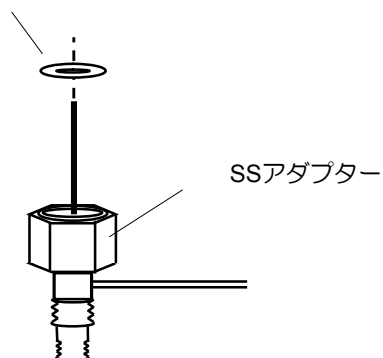

Fig. 3.12 SS アダプターへのパッキンの装着
- ② SS アダプターの先端に指定されているパッキンを装着し (Fig. 3.12 参照)、注入口下部からSSアダプターの先端を挿し入れます。